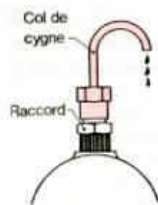

Fig. 8.
- c) Calage au tube en col de cygne (fig. 8 et 10).
Revisser ensuite le raccord muni du col de cygne (fig. 8) puis alimenter la pompe en gas-oil, de préférence par un petit réservoir en charge. S'assurer du bon positionnement de la crémaillère (Voir constructeur).